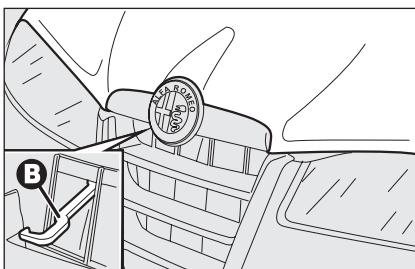

fig. 99
- tire a fondo de la palanca **B-fig. 99** y levante el capó, manteniendo la palanca en tensión.